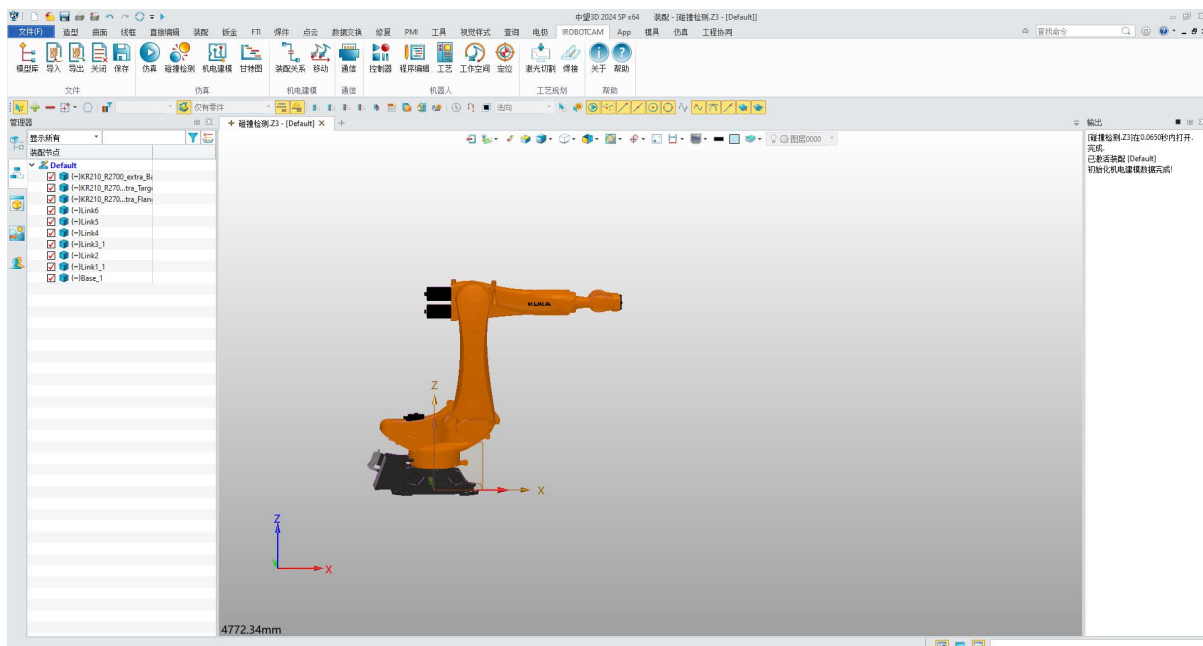

图 11-2: 组件详情
- 打开 iRobotCAM 项目文件“碰撞检测.Z3”进入 IROBOTCAM 环境。（图 11-2）